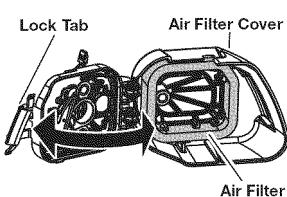

Рис. 21
1. Откройте крышку воздушного фильтра, нажав на защелки на нижней стороне крышки вперед. Затем потяните крышку воздушного фильтра на себя и вверх (Рис. 21).
2. Извлеките воздушный фильтр (Рис. 21).
6. Установите на место воздушный фильтр. (Рис.21)
7. Установите на место крышку воздушного фильтра. Совместите пазы в верхней части крышки воздушного фильтра с язычками в верхней части задней стенки (Рис. 21). Опустите крышку вниз. Фиксатор на задней стенке воздушного фильтра должен защелкнуться в пазу крышки воздушного фильтра.